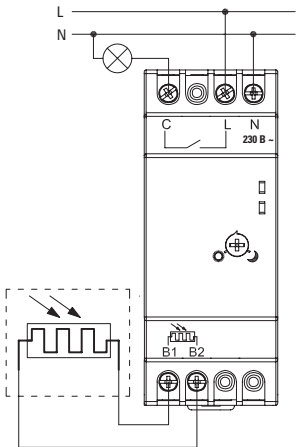

Рис.3 Схема подключения фотореле DIN-1 (ФР)
3. Присоедините провода в соответствии со схемой на Рис. 3.
4. Установите датчик в месте, доступном для попадания солнечных лучей, но при этом вдали от посторонних источников освещения. Подключите датчик к реле в соответствии со схемой на Рис. 3.